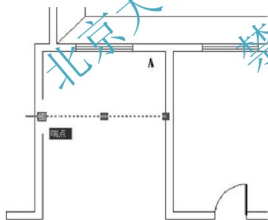

图 2.112 显示热夹点
② 在其中一个夹点上单击使其变成红色的热夹点,如图 2.112 所示。